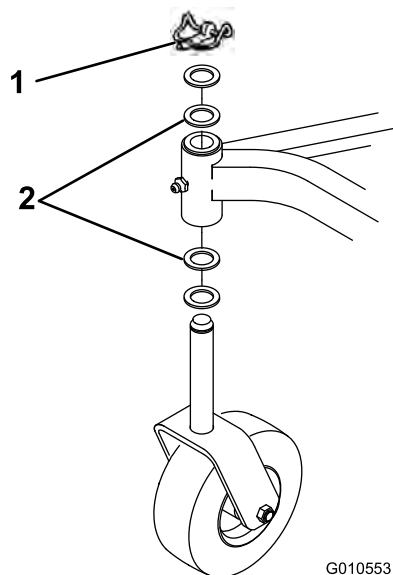

Figure 18
- Insérez un chasse-goupille dans le haut ou le bas du tube de montage et chassez la bague hors du tube (Figure 18). Chassez ensuite l'autre bague. Nettoyez l'intérieur du tube de montage pour éliminer toute saleté.